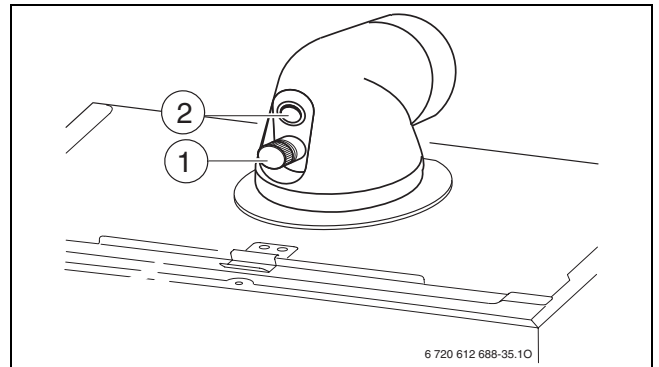

Рис. 43
- ▶ Видалити заглушку в штуцері для вимірювання параметрів повітря для спалювання (2) (→ рис. 43).
- ▶ Видалити заглушку у патрубку для вимірювання параметрів димових газів (1) (→ рис. 43).